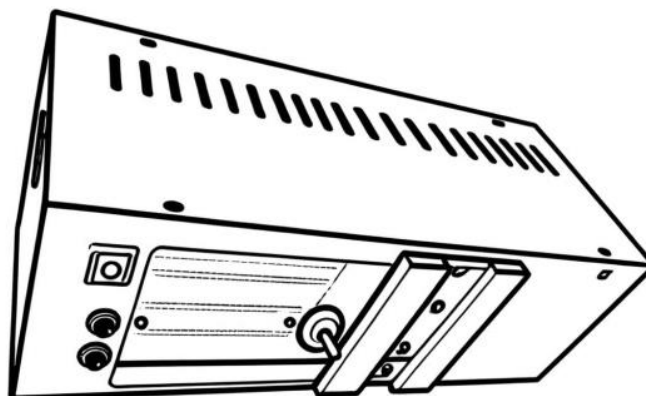

Figura 1
- Las ranuras de ventilación ubicadas en la tapa superior deben permanecer libres de obstrucciones para permitir una correcta circulación del aire (Figura 1).